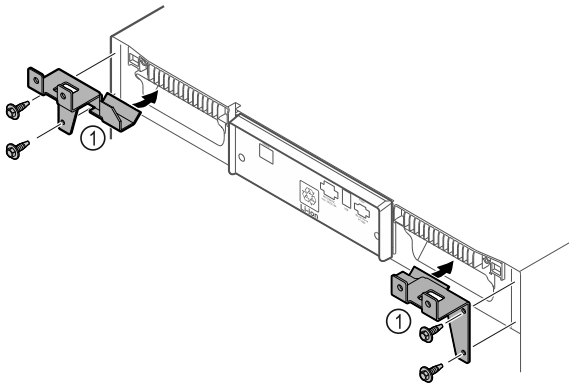

Fig. 10
- Змонтувати деталі кріплення Fig. 10 (1) за допомогою саморізів на пристрій.